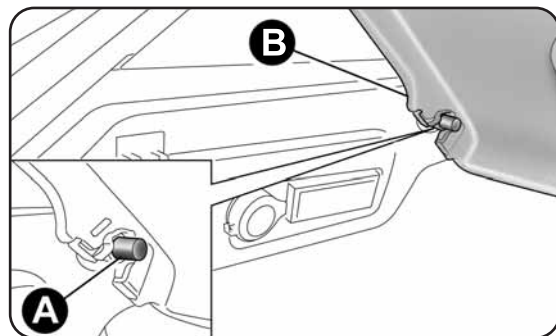

fig. 73
- dégager les axes A-fig. 73 situés à l'extérieur de la plage arrière, puis extraire la plage B vers l'extérieur.